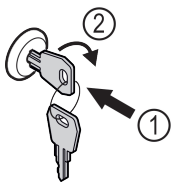

Fig. 145
- ▶ Вдавити ключ Fig. 145 (1).
- ▶ Повернути ключ на 90° за годинниковою стрілкою Fig. 145 (2).